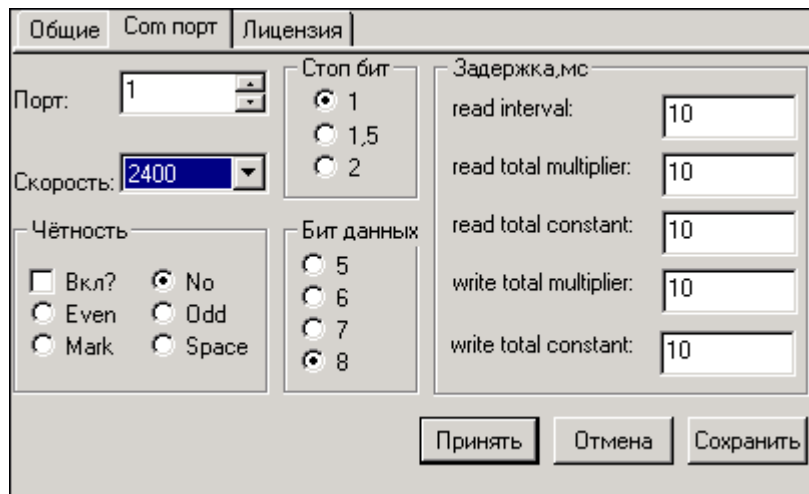

Рис. 3
**Четность**, **Стоп бит**, **Бит данных** и группа настроек **Задержка, мс** — величины, используемые для синхронизации обмена данными между портом компьютера и панелью "Радуга-2А". Значения этих полей должны соответствовать значениям на рис. 3.